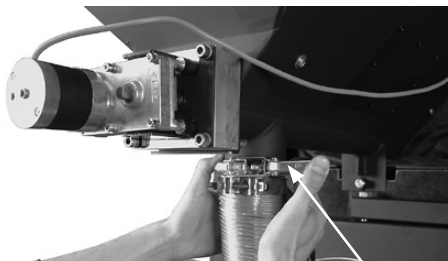

Fig. 08
9. Aprire l'anello elastico al di sopra della valvola stellare (Fig. 08).